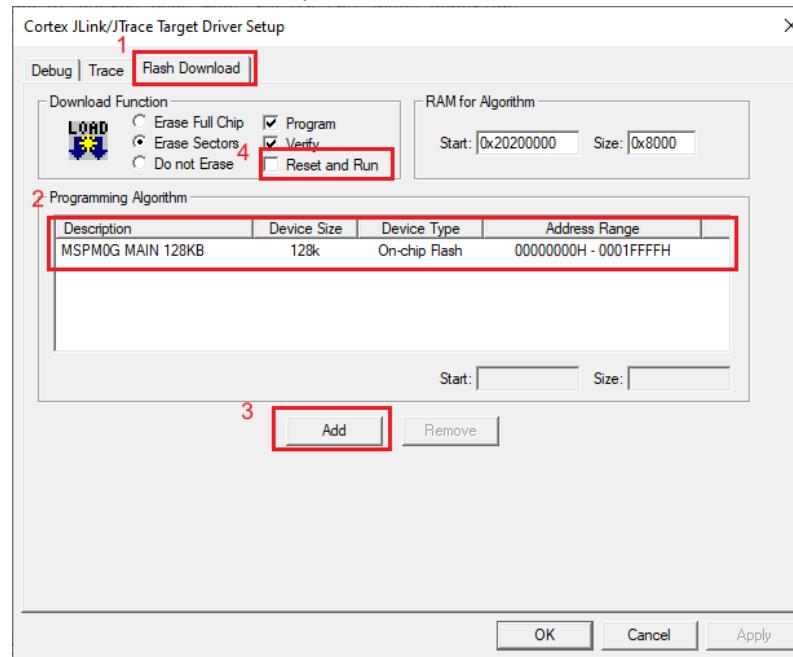

图 3-50. Flash 下载设置
4. 点击 *Flash Download* 选项卡，检查说明是否与 图 3-50 匹配。如果不匹配，请点击 *Add* 按钮，然后选择相应的 MSPM0 MAIN 选项。器件类型为 *On-chip Flash*。最后选择 *Reset and Run*。